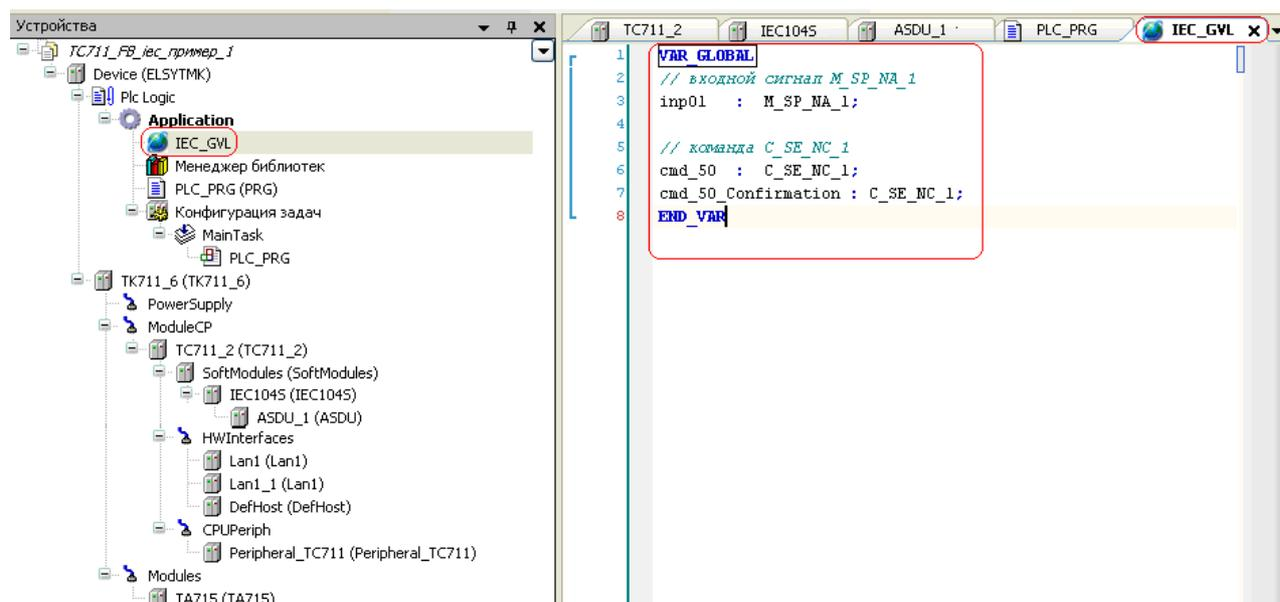

Рисунок 1.22 – Модуль ASDU. Редактор POU. Создание переменных в области глобальных переменных IEC_GVL
5) В области глобальных переменных *IEC_GVL* (см. рисунок 1.22) создаем переменные *inp01* (с типом *M_SP_NA_1*), *com_50* (с типом *C_SE_NC_1*) и *com_50_Confirmation* (переменная подтверждения команды с постфиксом *_Confirmation* с